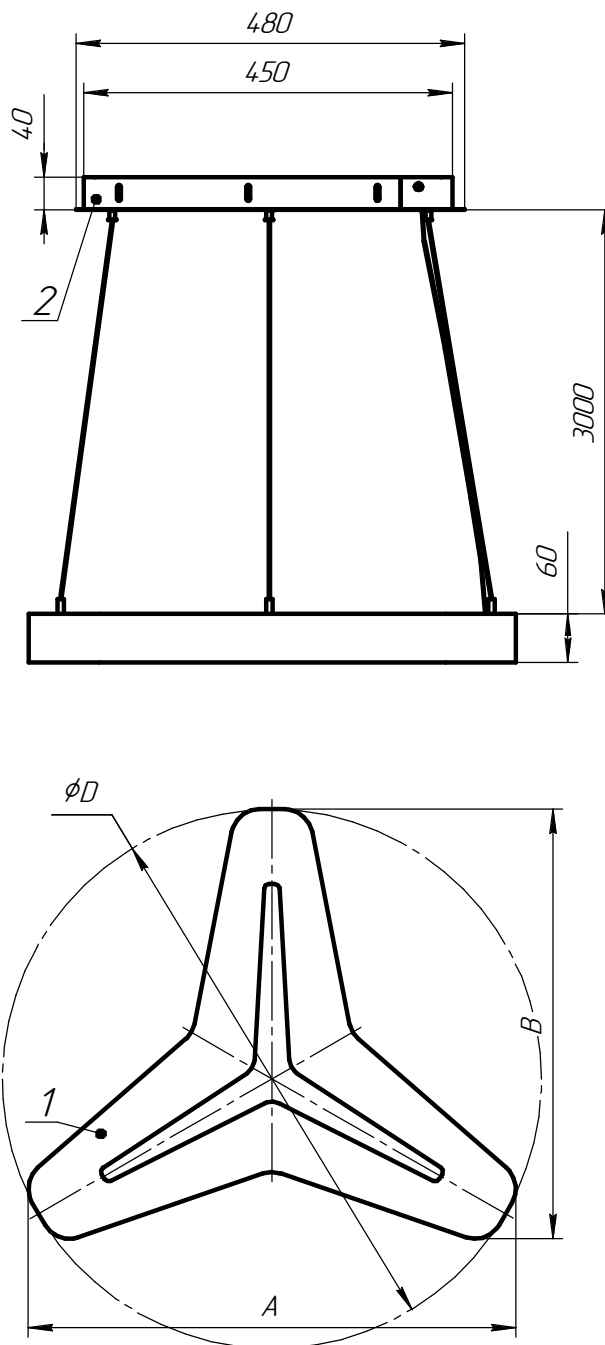

Рисунок 1 - Общий вид светильников серии ДСО33 Horizon Star
5.17 Снимите защитную пленку с корпуса поз.1 (рисунок 1)